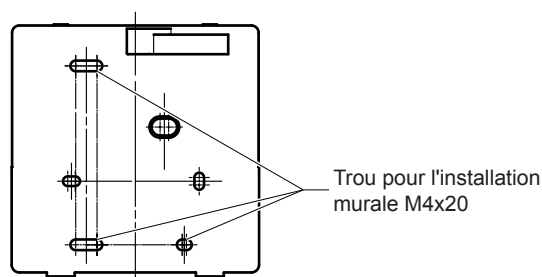

Fig. 5.2
2. Utiliser trois vis M4x20 pour installer directement le couvercle postérieur au mur. (Fig.5.2)